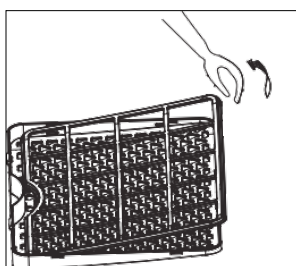

Fig. 2
2. Retirer le filtre à air du porte-filtre (Fig. 2).